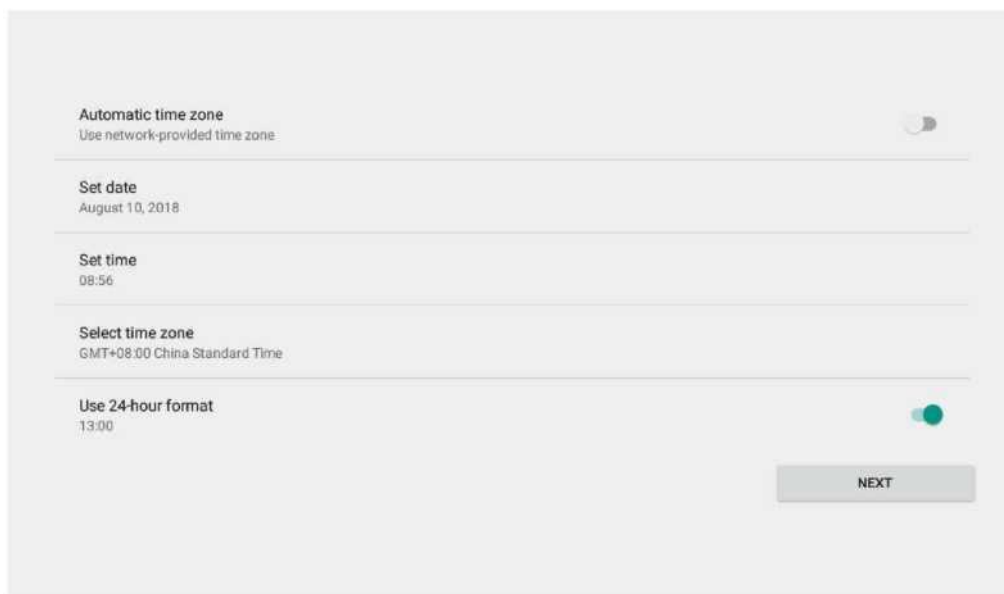

Рис. 4.46. Опция «Use 24-hour format»
⑥ «Use 24-hour format»: задайте формат отображения времени в 24 часа в соответствии с рис. 4.46.